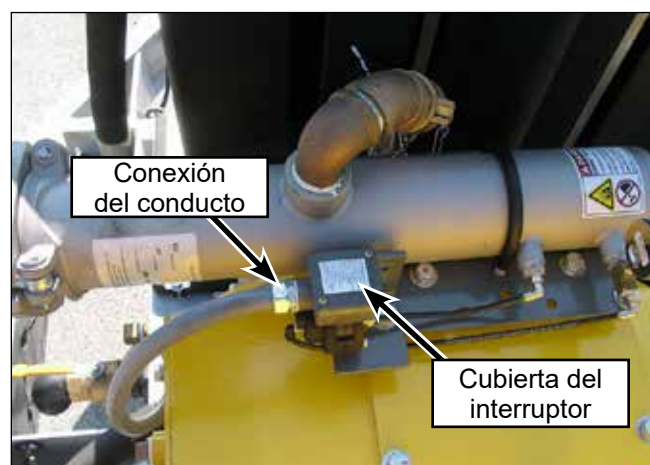

Figura 126: Cableado del interruptor para la versión de 40K.
4. Si se incluye, se debe desconectar interruptor del filtro secundario. Quite los dos tornillos que aseguran la cubierta del interruptor (Figura 126) y desconecte el cableado. Desatornille la conexión del conducto de la carcasa del interruptor y deje el conducto y el cableado a un lado.